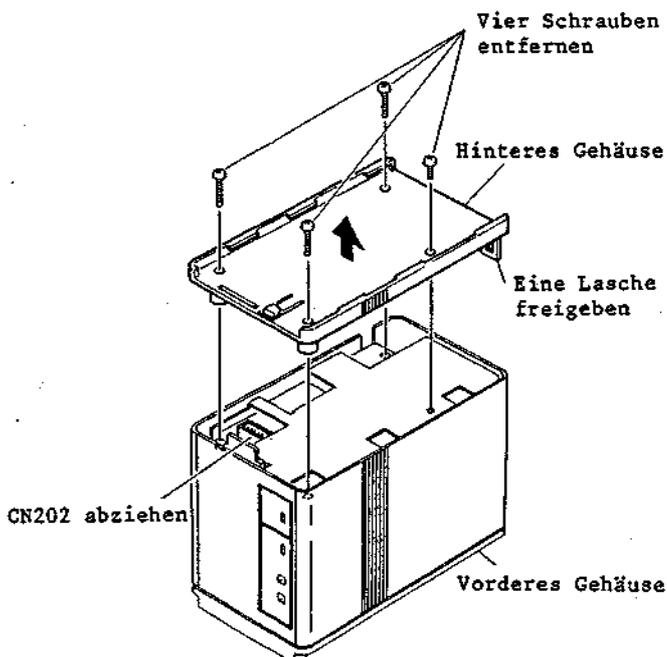

Abb. 2-201 Auswahl des hinteren Gehäuses und des Akku-Wahlschalters
6-1 Ausbau des hinteren Gehäuses und des Akku-Wahlschalters (Abb. 2-201, 2-202, 2-203, 2-204)
1. Vier (4) Befestigungsschrauben des hinteren Gehäuses entfernen (siehe Abb. 2-201).
4. Den Stecker CN202 abziehen und das hintere Gehäuse abnehmen (siehe Abb. 2-201).
1. Das hintere Gehäuse ausbauen (siehe Abb. 2-201, 2-202, 2-203).